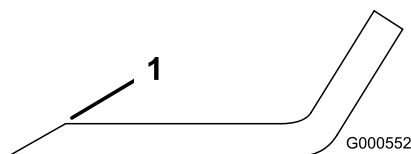

Figure 55
1. Au moyen d'une lime, aiguisiez les tranchants aux deux extrémités de la lame (Figure 55).
Remarque: Si la lame est déséquilibrée, limez un peu l'extrémité de l'ailette seulement (Figure 55).